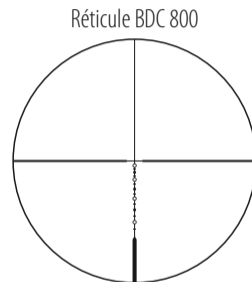

Fig. 3
(1) Mise au point
- 1 Regardez dans l'oculaire, l'œil placé à environ 4 pouces (10 cm) de l'oculaire, pour voir le réticule BDC 800 (Fig. 3).